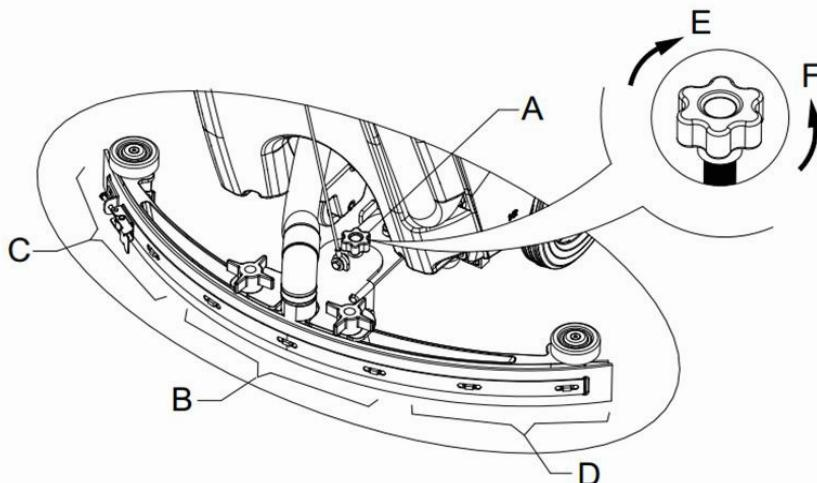

Рисунок 9
- Отрегулируйте валик при помощи регулировочной рукоятки (A) валика (смотрите рисунок 9).